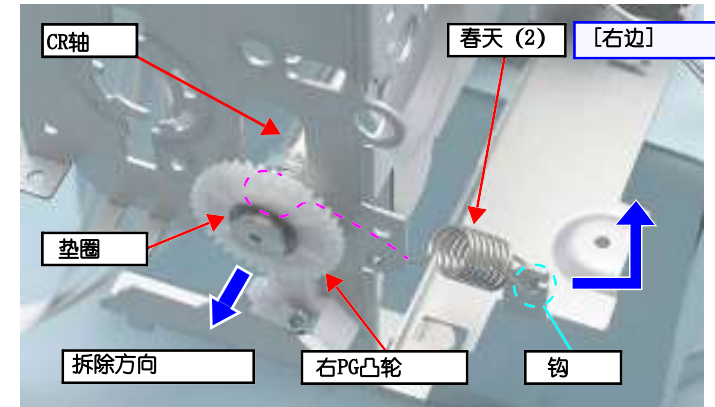

图1-89。卸下CR单元 (2)
- 将弹簧 (2) 和右侧PG凸轮的垫圈安装到CR轴上时，请务必将它们安装到CR轴上的定位狭缝上。(见图1-89 (第52页))